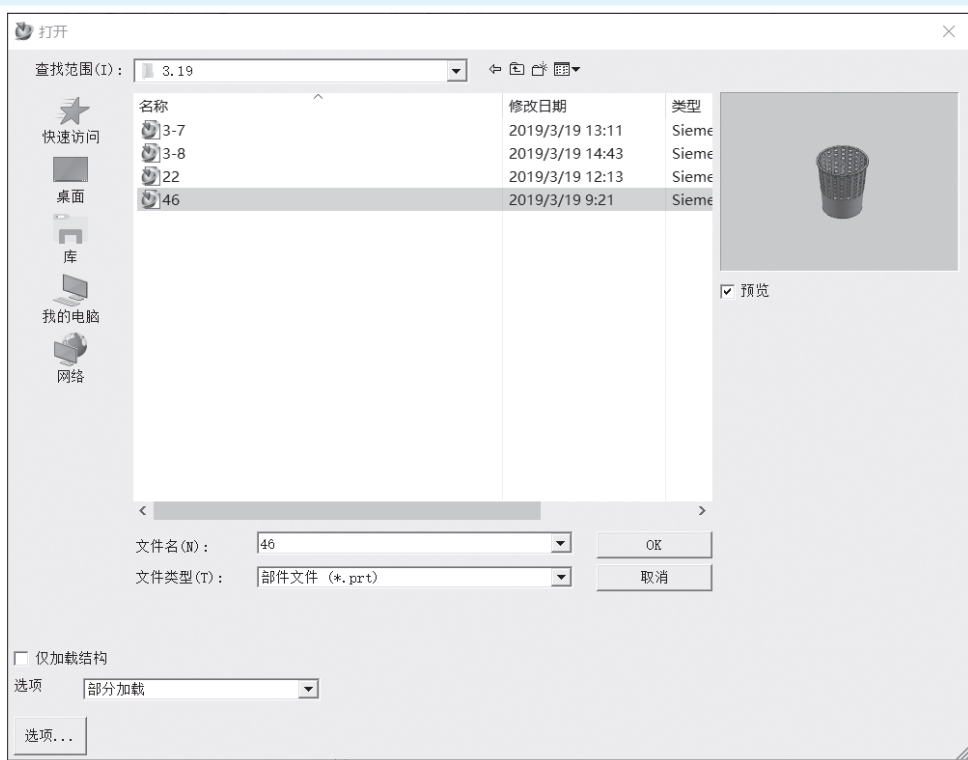

图 1-5
(1) 执行“菜单”→“文件”→“打开”命令, 或者单击“主页”选项卡→“标准”组→“打开”按钮, 或者按 Ctrl+O 组合键, 打开如图 1-5 所示“打开”对话框, 对话框中会出现当前目录下的所有有效文件以供选择。这里所指的有效文件是根据用户在“文件类型”中的设置来决定的。